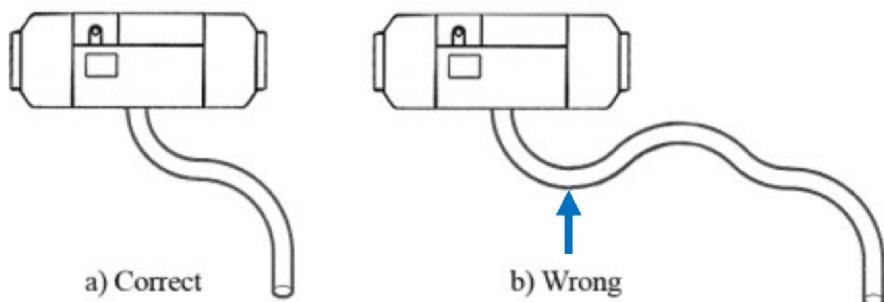

Fig. 26
- Installieren Sie das Rohr für die Verbrennungsluftzufuhr, sowie das Abgasrohr, ab dem Heizgerät mit einem kontinuierlichen Gefälle, damit Kondenswasser selbstständig abfließen kann, Fig. 26.